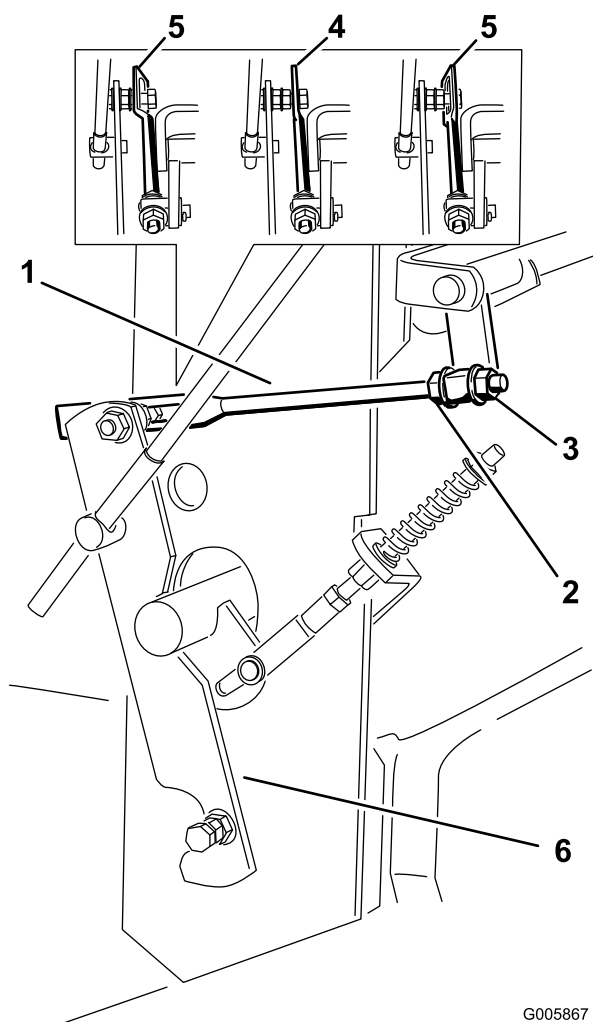
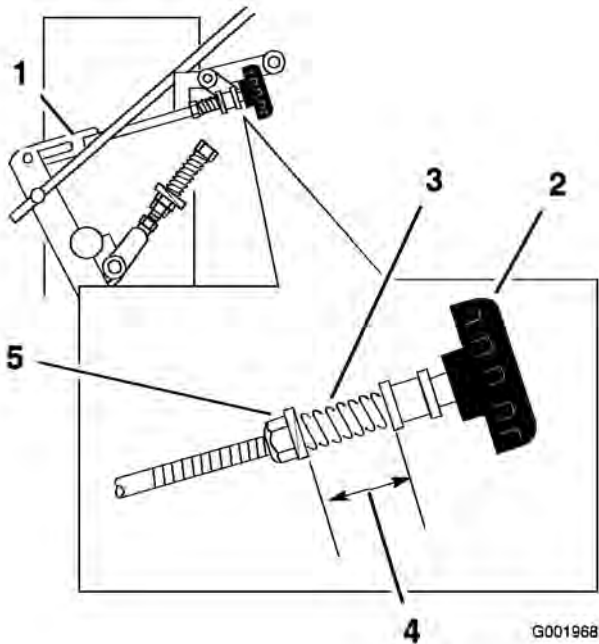
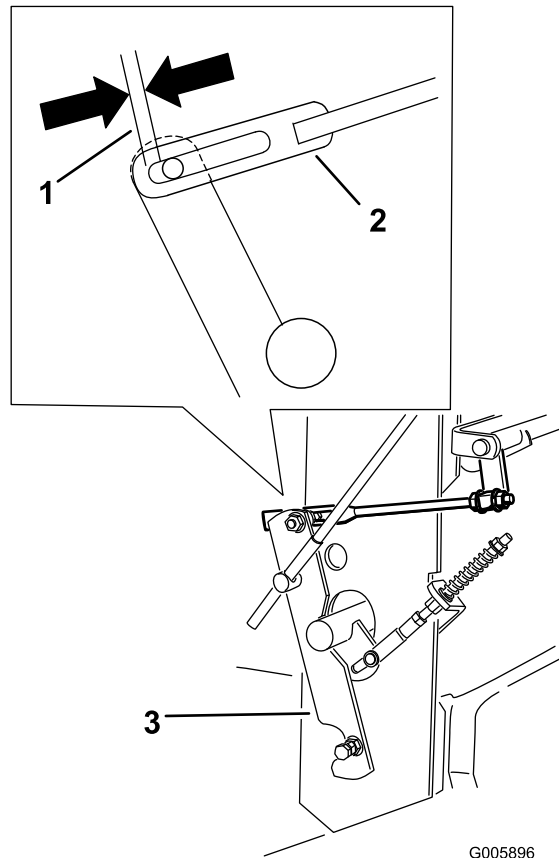

Figure 48
Figure 50
Figure 51
9. Desserrez l'écrou de réglage avant sur la timonerie de commande hydraulique gauche, comme illustré à la Figure 48.
10. Tournez l'écrou de réglage gauche dans le sens anti-horaire jusqu'à ce que la roue tourne en avant (Figure 48).
opération jusqu'à ce que la roue gauche arrête de tourner en avant (Figure 48).
Remarque: La partie plate de la timonerie doit être perpendiculaire à la goupille du pivot (Figure 48).
15. Serrez l'écrou avant sur la timonerie de commande hydraulique gauche, comme illustré à la Figure 48.
4. Réglez la timonerie droite en tournant le bouton Quick-Track dans le sens anti-horaire jusqu'à ce que la roue commence à tourner en avant (Figure 50).
5. Tournez le bouton dans le sens horaire 1/4 de tour à la fois. Déplacez ensuite le levier de changement de vitesse en avant et ramenez-le au point mort. Répétez cette opération jusqu'à ce que la roue droite arrête de tourner en avant (Figure 50).
réglez la longueur du ressort à 26 mm (1") entre les rondelles (Figure 50).
7. Pour régler la longueur du ressort, tournez l'écrou à l'avant du ressort (Figure 50).
2. Mesurez l'espace comme illustré à la Figure 51 sur les côtés gauche et droit. Aucun réglage n'est nécessaire si l'espace est identique des deux côtés.
3. Au besoin, réglez la timonerie droite en tournant le bouton Quick-Track jusqu'à ce que l'espace illustré à la Figure 51 corresponde au côté gauche (Figure 50).
4. Au besoin, réglez la timonerie gauche en ajustant les écrous de pivot avant et arrière jusqu'à ce que l'espace illustré à la Figure 51 corresponde au côté droit (Figure 48).